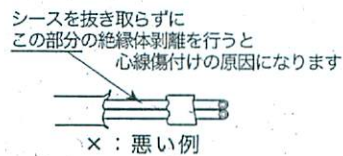

図7
- 2)  $\phi 1.6$ 絶縁体剥離時には、シースを完全に抜き取った状態で(図7)、線を少しばらし、下刃の溝に合うようにセットしてください(図8)。シースを完全に抜き取らずに絶縁体を剥離した場合は、剥離できなかったり、心線に傷が付く事があります。